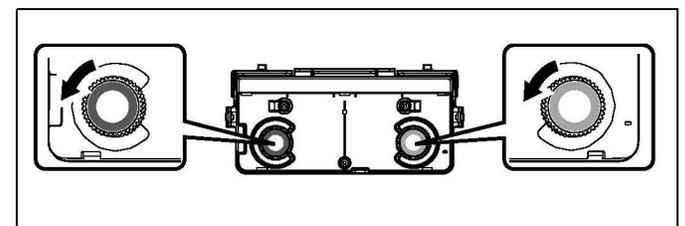

Figure 38
7. Tournez les boutons d'ajustement du capteur tactile dans le sens inverse des aiguilles d'une montre jusqu'à ce que vous entendiez un clic. Ne les tournez pas à l'excès. (Voir figure 38)